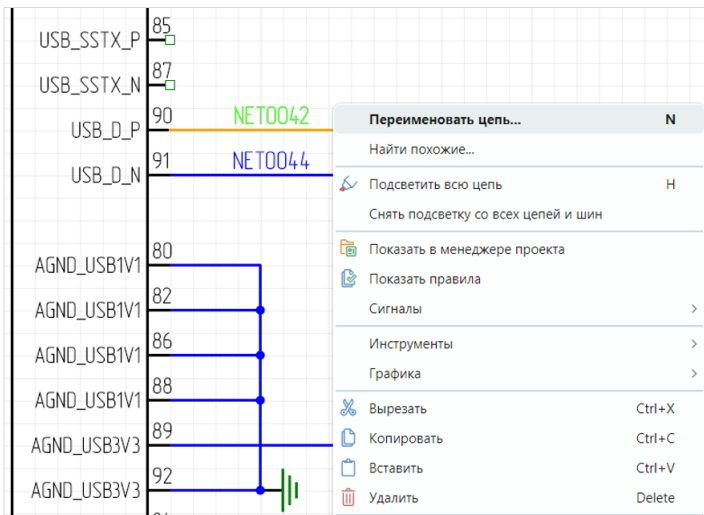

Рис. 131 Вызов инструмента «Переименовать цепь»
2. Выберите инструмент «Переименовать цепь» или воспользуйтесь горячей клавишей, по умолчанию для данного действия задана клавиша «N», см. Рис. 131.